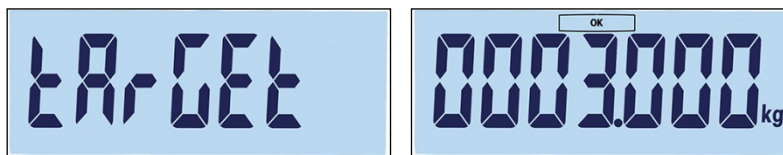

Figura 3-47: Schermate con l'etichetta e impostazione del target
4. Dopo aver confermato il numero del record premendo , verrà visualizzata brevemente la schermata target e successivamente la schermata di modifica del target (Figura 3-47)